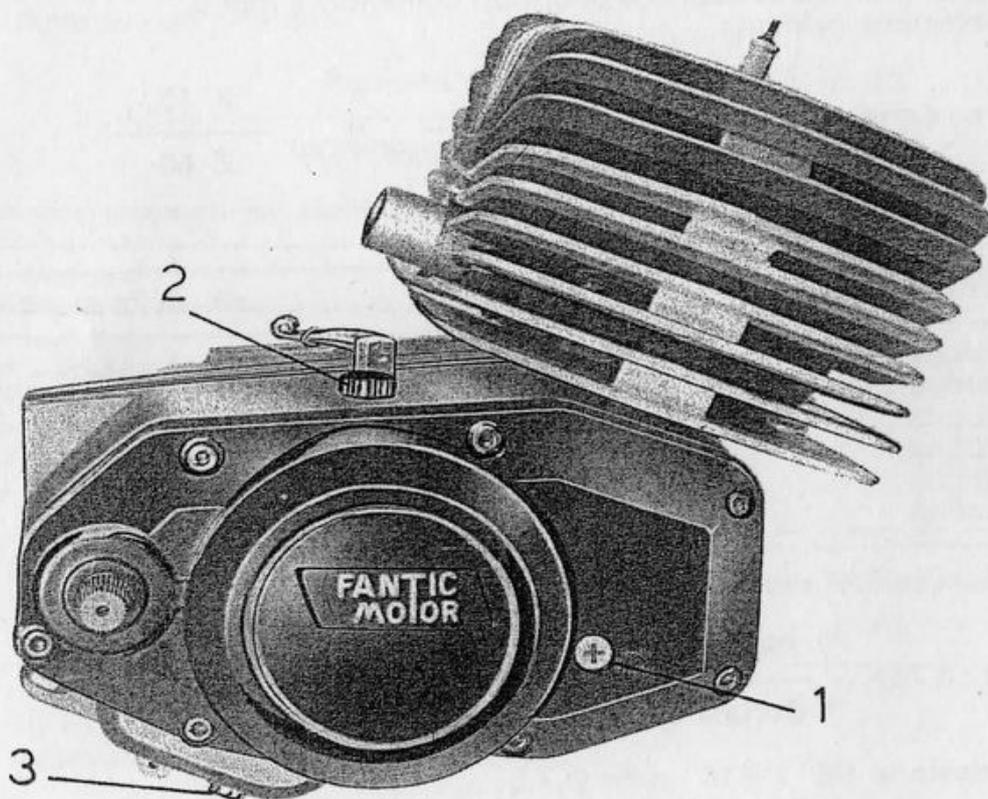

Fig. 1 - Tappi olio (livello, alimentazione, scarico)
Prima di avviare per la prima volta il motore, controllare se l'olio del cambio è al giusto livello, svitando l'apposita vite (N. 1 in fig. 1). Qualora l'olio si trovi al giusto livello, dovrà tendere ad uscire.
- **Cambio e Frizione:** sono lubrificati in bagno d'olio. Il contenuto della scatola cambio-frizione è di circa Kg. 1. Si deve usare normalmente olio: Esso Motor Oil SAE 40. L'introduzione dell'olio nella scatola del cambio-frizione, avviene svitando l'apposito tappo (N. 2 in fig. 1), lo scarico dello stesso attraverso il tappo a vite (N. 3 in fig. 1), situato nella parte inferiore del motore, a destra.
Oltre al cambio totale dell'olio dopo i Km. suddetti, è bene controllare di quando in quando il livello tramite la vite apposita (n. 1 in fig. 1), ed aggiungere olio quanto basta per vederlo uscire dal bordo, se esso fosse a livello più basso. Si consiglia di fare sempre il cambio dell'olio, dopo una marcia prolungata, così che l'olio sarà fluido per il calore ed uscirà con maggiore facilità.